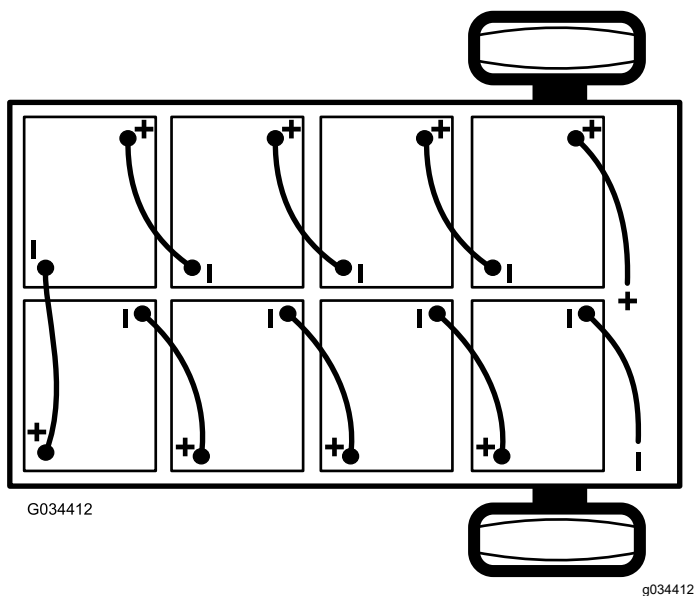

图 38
2. 断开将电池盒连接至机器接地点的主负极电池接线黑色 图 38。
3. 断开将电池盒连接至机器主接触器的主正极电池接线红色 图 38。
注意 安装新电池时要注意电池的极性 图 38。
6. 使用步骤 1 中卸下的电池互连线如 图 38 所示将电池连接到一起。
2. 连接电池盒与机器之间的正极电池接线红色 图 38。
3. 连接电池盒与机器之间的负极电池接线黑色 图 38。